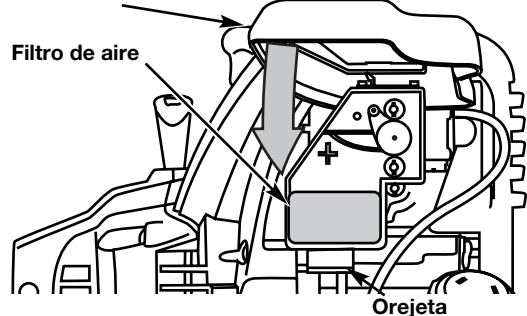

Fig. 28
- Gire la tapa hacia abajo hasta que la lengüeta de la placa posterior del filtro de aire se enganche en la ranura de la tapa del filtro de aire (Fig. 28).